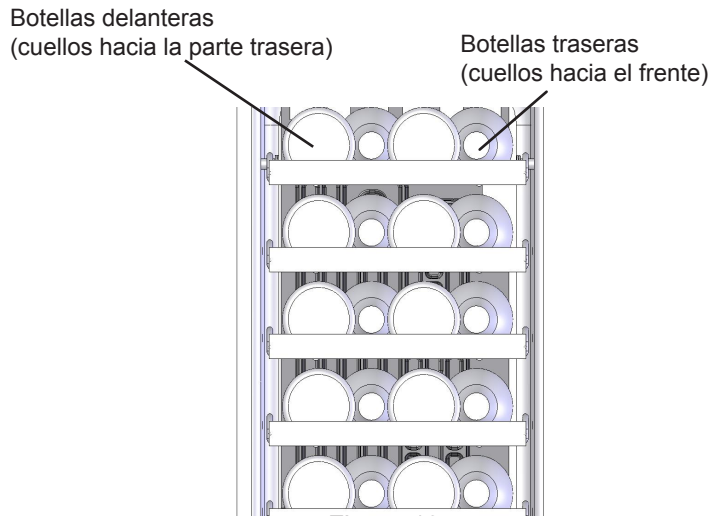

Figura 13
Los cinco (5) estantes deslizantes contienen cuatro (4) botellas. Vea la Figura 13 para el espaciamiento típico de botellas de vino. Se debe tener cuidado al almacenar botellas extra altas en la bandeja del vino en la parte inferior del compartimento, ya que pueden impedir que la puerta se cierre.